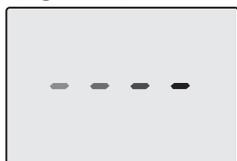
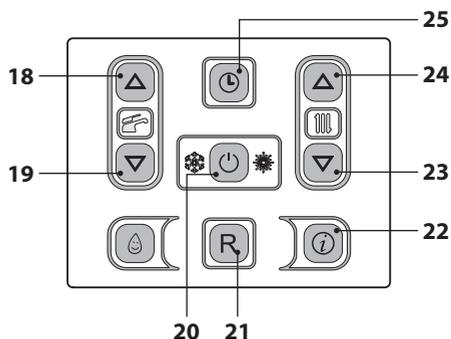

Figura 6.6
Figura 6.7
- Alimentare elettricamente la caldaia azionando l'interruttore bipolare previsto in installazione. Il display LCD visualizza il simbolo  (Figura 6.6).
- Tenere premuto per 2 secondi il tasto 20 fino a far apparire sul display entrambe i simboli  e  (Figura 6.7).
- Spegner la caldaia tenendo premuto per 2 secondi il tasto 20 (Figura 6.7) fino a far apparire sul display LCD il simbolo  (Figura 6.6).